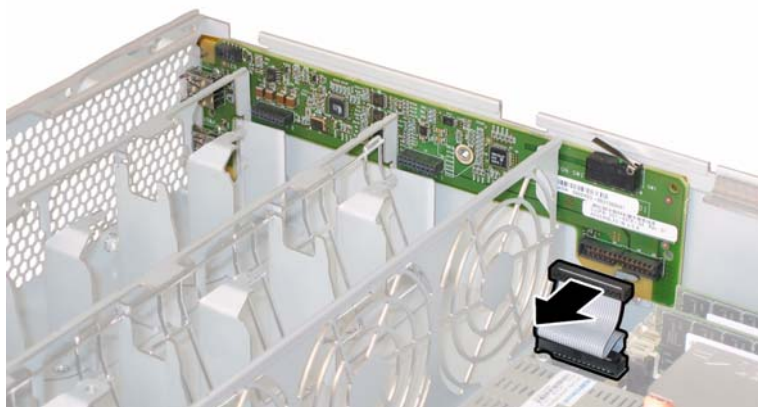

図 4-48 相互接続ケーブルの取り外し
10. マザーボードおよび前面I/Oボードに接続している相互接続ケーブルを引き抜き取り外します。図 4-48 を参照してください。